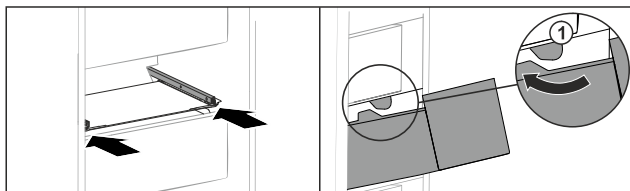

Fig. 154
- ▶ Poprowadzić szufladę wokół stoperów Fig. 154 (1).